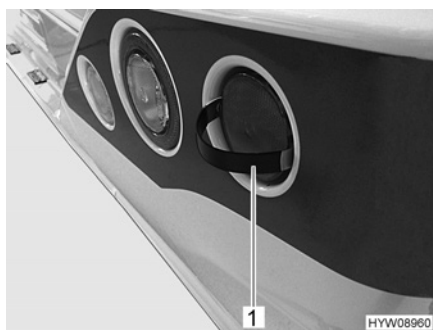

Fig. 126 Retirer le couvercle
- Introduire les languettes de verrouillage de l'outil fourni (Fig. 126,1) comme illustré à côté du couvercle.